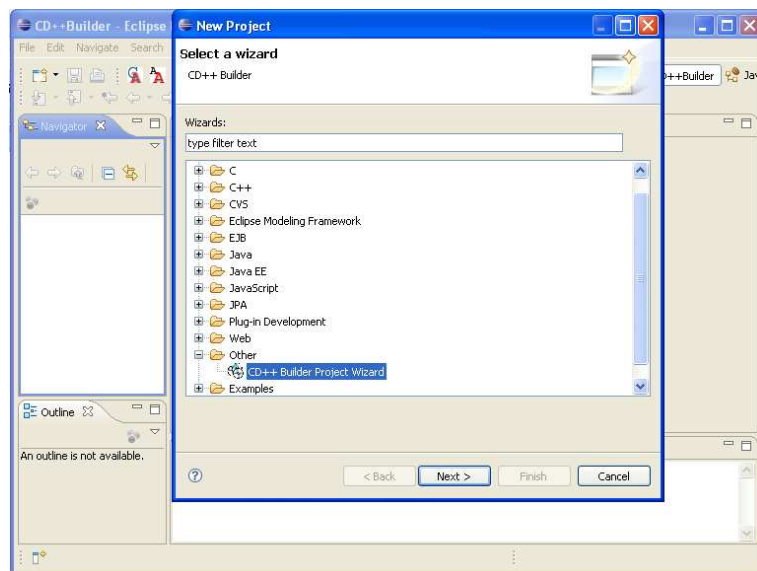

Figura 2.7 Creación de un Proyecto en CD++. Paso 2.
2. Hacer click en *File – New – Project – Other – CD++Builder – Next*. En la ventana que aparece poner el nombre del autor del proyecto, pulsar *Next*, en la nueva ventana poner el nombre del proyecto y pulsar *Finish*. Ver Figura 2.7.